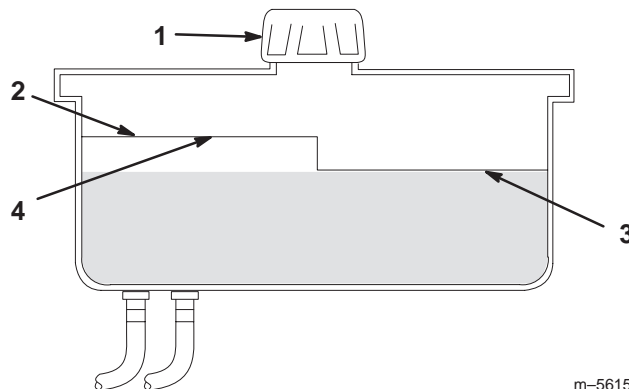

Figure 55
2. Nettoyez la surface autour du goulot de remplissage du réservoir hydraulique (Fig. 55).
3. Enlevez le bouchon du goulot de remplissage et vérifiez si le réservoir contient du liquide (Fig. 55).
**Remarque :** Lorsque l'huile est chaude, le niveau de liquide doit atteindre le haut du repère **à chaud** sur le déflecteur (Fig. 55).